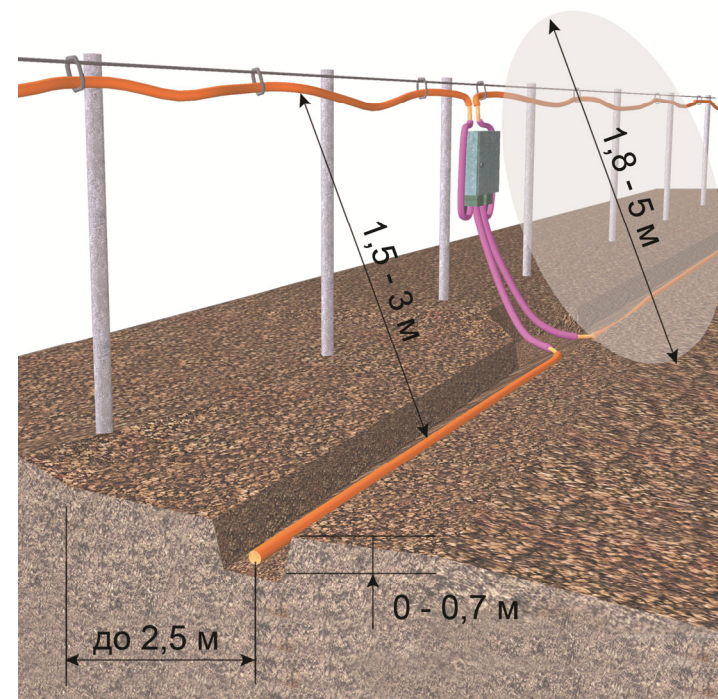

**Рис. 6.2.**
6.1.2. Другой вариант установки средства представлен на рис. 6.2. Нижняя часть зоны обнаружения смещается внутрь охраняемого периметра.